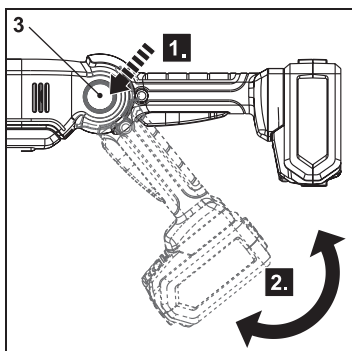

Fig. 10
1. Mantenga pulsado el botón de liberación (3) (Fig. 10, paso 1).
2. Ajuste la empuñadura a la posición deseada (paso 2) y, a continuación, suelte el botón (3).